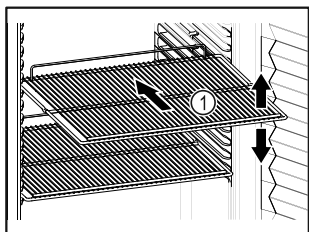

Fig. 56 Példaként szolgáló ábrázolás
- Ha a tároló rácsok Fig. 56 (1) áthelyezhetőek, akkor igazítsa be őket a kívánt magasságnak megfelelően.